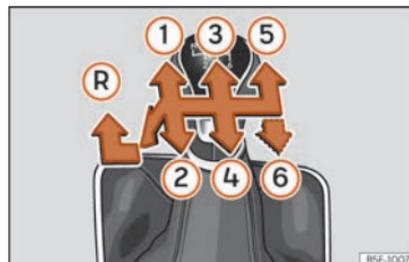

Fig. 43 Schema di un cambio manuale a 5 marce o a 6 marce.
Nella leva selettoria sono indicate le posizioni delle marce » **fig. 43**.
basso, muoverla a fondo a sinistra e quindi in avanti »» fig. 43 (R).